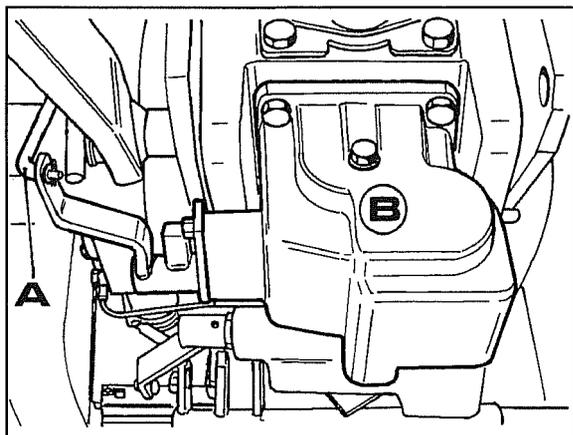

Fig. 1
3. Desconectar el varillaje **A** fig. 1 mando toma de fuerza ventral, luego quitar el grupo toma de fuerza ventral **B** fig. 1.